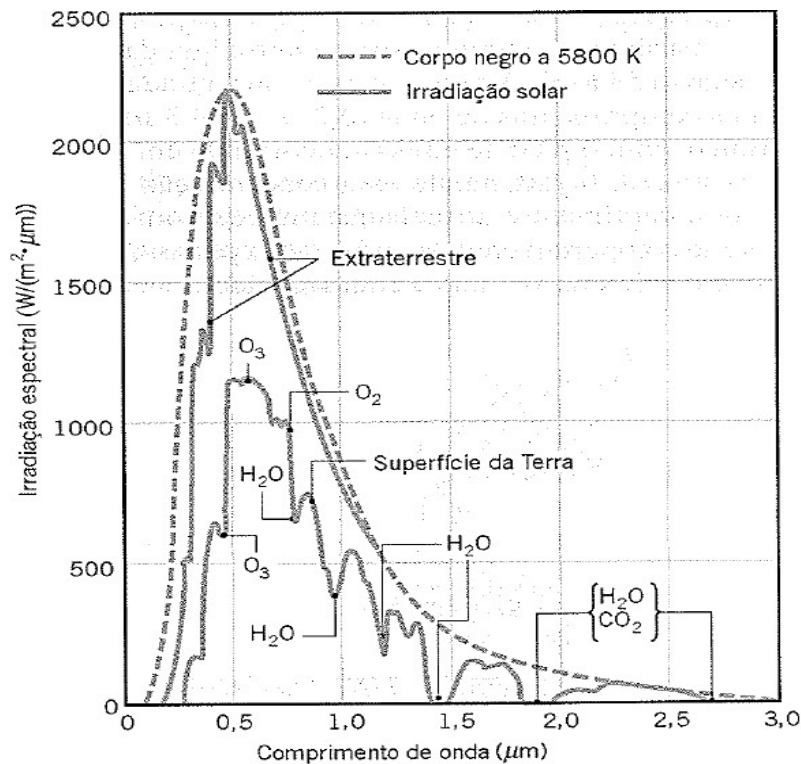

Figura 82 – Distribuição espectral da radiação solar
O efeito da absorção pelos gases atmosféricos O_3 (ozônio), H_2O , O_2 e CO_2 está ilustrado na parte inferior da figura 82. A absorção pelo ozônio, numa camada que varia de 10 a 30 nm, é mais forte na região do ultravioleta (UV), proporcionando uma atenuação considerável em comprimentos de onda abaixo de $0,3 \mu\text{m}$.